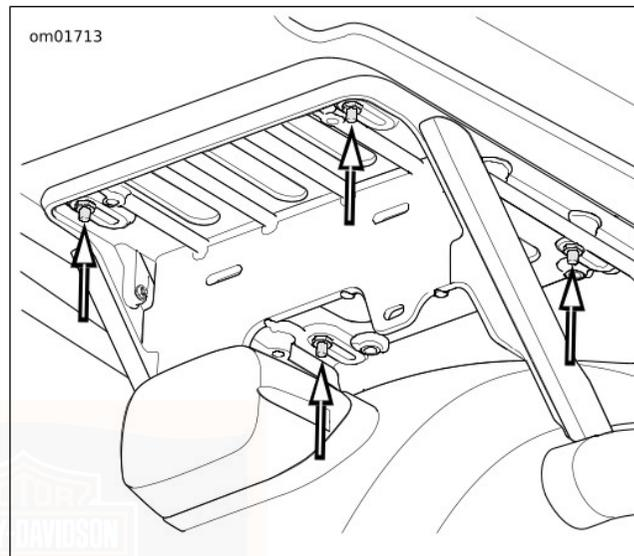

Abbildung 69. Einstellen der Tour-Pak-Position
1. Siehe Abbildung 69. Die vier Muttern lösen, mit denen der Tour-Pak am Träger befestigt ist.